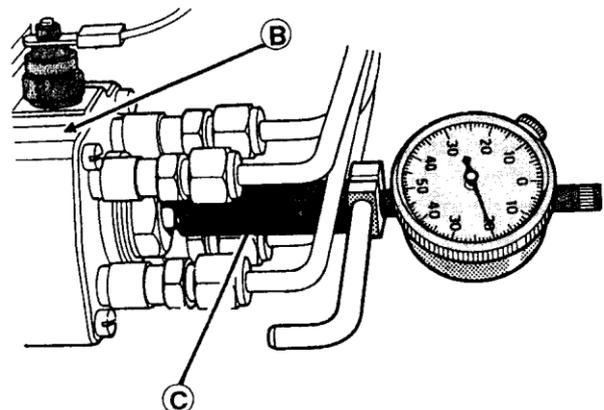

Fig.23
Une certaine valeur de déplacement du piston (précisée sur la fiche technique) détermine avec précision le début d'injection. Déposer donc cette vis (A) (avec sa rondelle joint en cuivre) de l'arrière de la tête hydraulique (B) (fig.23). Mettre en place le support du comparateur et fixer l'embout spécifique (C). Monter en bout de l'arbre d'entraînement l'écrou de maintien du pignon avec un contre-écrou pour permettre la rotation de la pompe à l'aide d'une clé. Mettre ensuite hors circuit le système de départ à froid et tourner l'arbre d'entraînement dans le sens normal de rotation pour déterminer avec précision le point mort bas du piston de la pompe. Une fois cette position obtenue, mettre en place le comparateur en exerçant une précharge de 1 à 2 mm sur celui-ci. Ajuster le cadran du comparateur au "zéro".